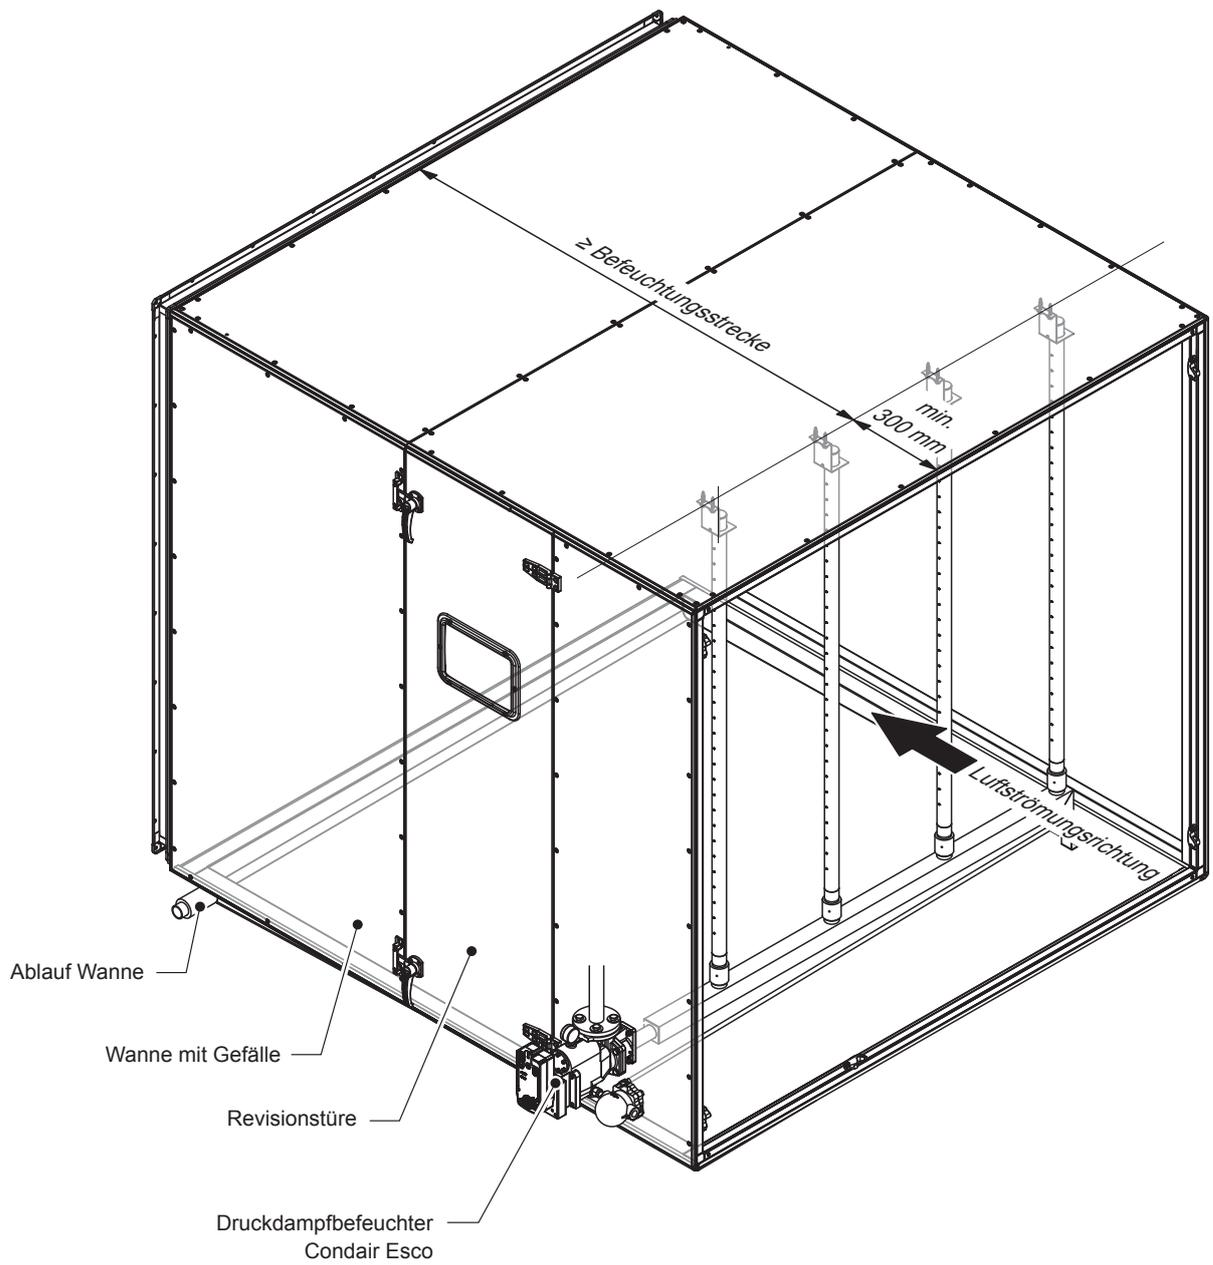

Abb. 28: Kanal/Lüftungsgerät DR73 / Abstand zu vor- und nachgeschalteten Hindernissen
- Abstand zu vorgeschalteten Hindernissen beim DR73 mindestens 300 mm (siehe Abb. 28).